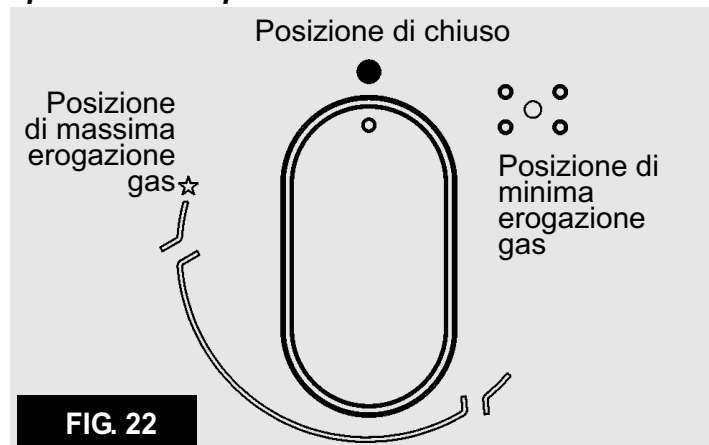

FIG. 22
Premere e ruotare in senso antiorario la manopola corrispondente al bruciatore da usarsi, portarla sulla posizione di "Massimo" (fiamma grande fig. 22) quindi premere la manopola a fondo.
- Quando si è giunti all'ebollizione portare la manopola in posizione di "Minimo" (fiamma piccola fig. 22).
- **L'accensione dei bruciatori con termocoppie di sicurezza può avvenire solamente quando la manopola è sulla posizione di Massimo (fig. 22).**